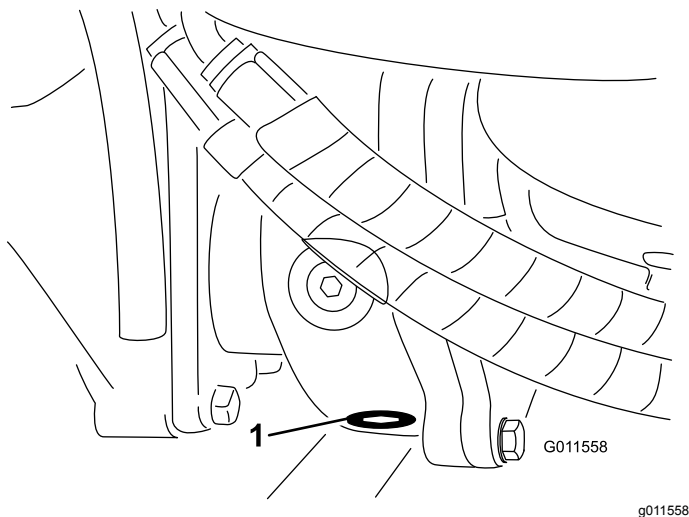

Рисунок 91
5. Очистите область вокруг пробки сливного отверстия в нижней части редуктора (**Рисунок 91**).